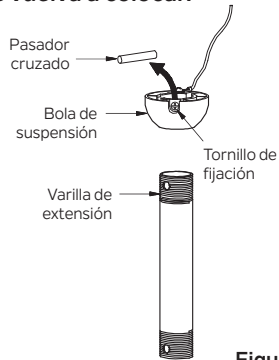

Figura 9
Paso 6. Retire la bola de suspensión del conjunto de la varilla de extensión aflojando el tornillo de fijación, desatornillando y quitando el pasador transversal y desatornillando la bola para quitarla de la varilla. (Figura 9)